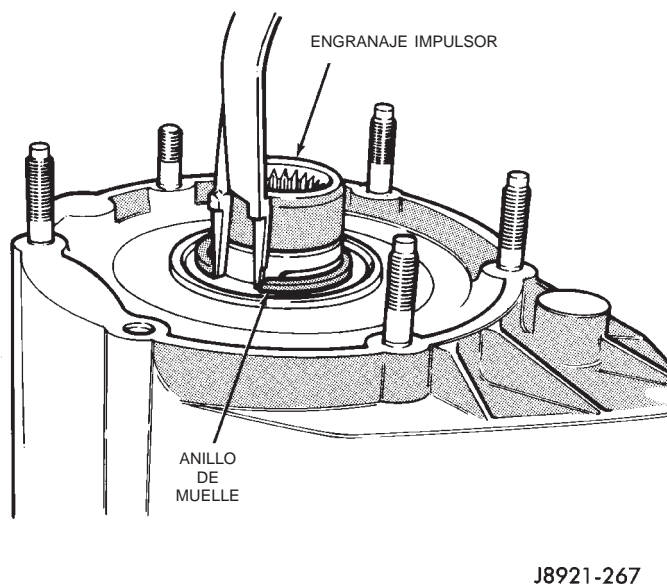

Fig. 40 Desmontaje del anillo de muelle del engranaje impulsor
- (3) Retire el anillo de muelle del engranaje impulsor (Fig. 40).